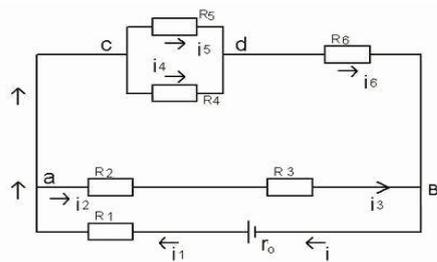

рис. 1
2. В схеме, приведенной на рис. 1, известны параметры источника и резисторов. Определить величину токов, протекающих через резисторы. Проверить решение задачи составлением баланса мощностей.
Напряжение U_{cd} (схема рис. 1): $U_{cd} = I_{456} \cdot R_{45} = 1 \cdot 20 = 20 \text{ В};$